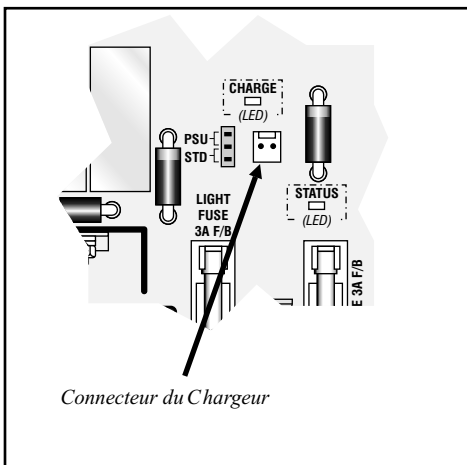

Figure 21 CP75 Contrôleur-Connecteur de Chargeur Batterie
2. Vérifiez que le chargeur de batterie est branché sur le tableau de commande comme le montre la Figure 21